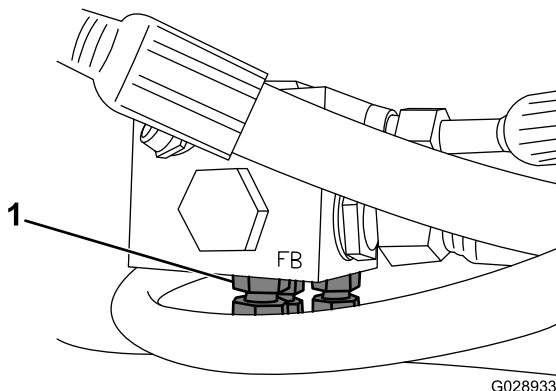

Figura 1
3. Scollegate i flessibili del motore del piatto di taglio da 1/4 poll. centrale, destro e sinistro dalla parte inferiore del collettore di ritorno (Figura 1).